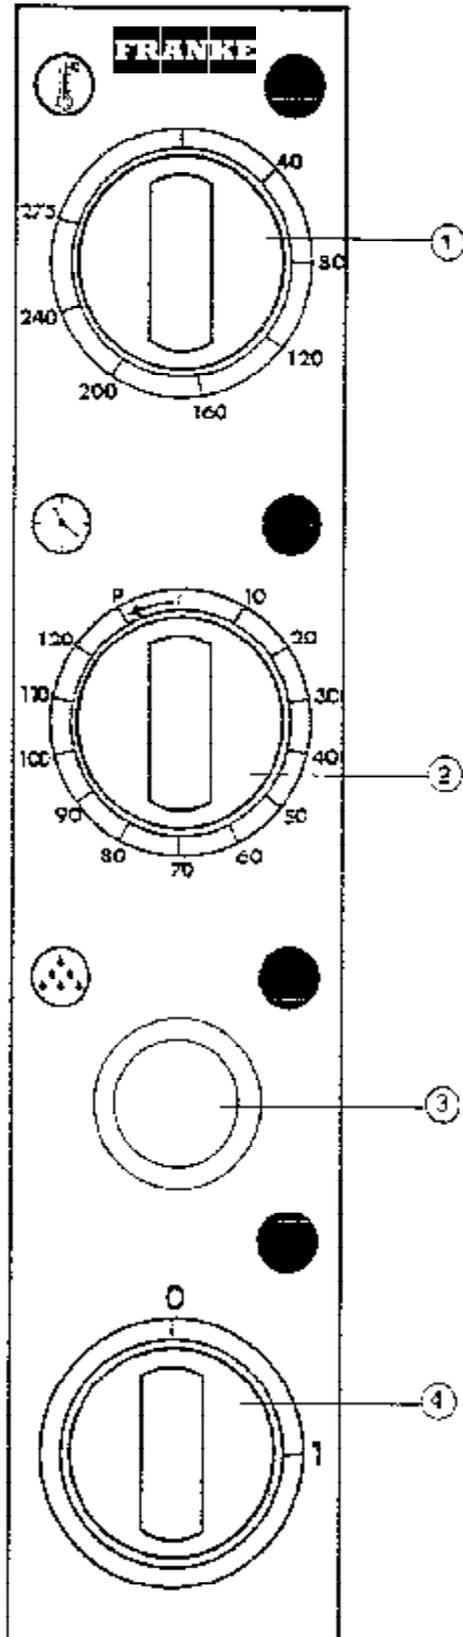

Fig. 3
- Girar el interruptor general 4 Fig. 3 (pag. 10) hasta la posición 1.
- Seleccionar la temperatura deseada utilizando el mando 1 Fig. 3.
- Seleccionar el tiempo de cocción utilizando el mando 2 Fig. 3.
Para seleccionar el tiempo indefinido (siempre en funcionamiento), situar el mando 2 Fig. 3 en la posición P.